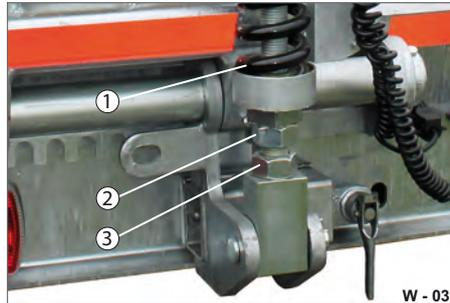

Abb. 34 Feder, Werkseinstellung
- ▶ Kontermutter (SW 56) (Abb. 34/2) lösen.
- ▶ Einstellschraube (Abb. 34/3) gegen Uhrzeigersinn drehen. Die Feder wird gespannt.